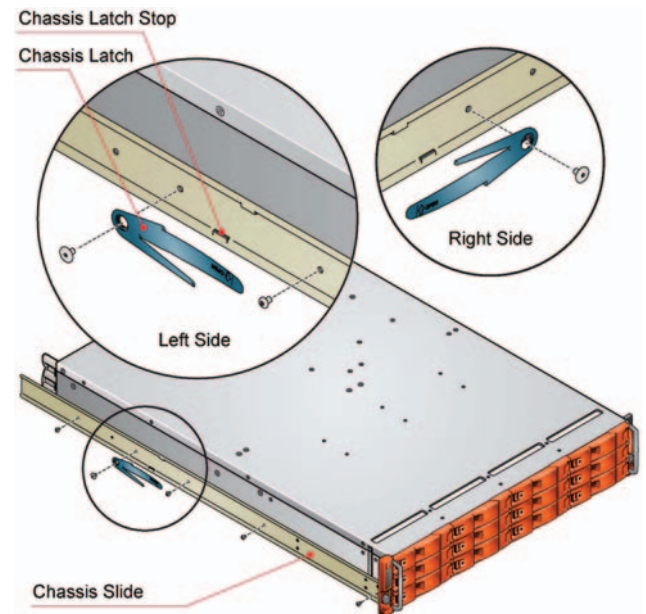

Figura 2: Prender as calhas do chassis à estrutura
1. Retire o kit de Rail de Montagem em Bastidor da Caixa de acessórios e verifique a existência de danos. Prenda as calhas direita e esquerda do chassis às partes laterais da estrutura, utilizando seis parafusos de cabeça redonda fendida M3x4. Utilize três parafusos de cada lado; consulte a **Figura 2** para verificar as localizações.
2. Prenda as calhas direita e esquerda do chassis às partes laterais da estrutura, utilizando 8 parafusos de cabeça redonda fendida M3 x 4 (**consulte a Figura 2**).
3. Monte as patilhas esquerda e direita do chassis, utilizando os parafusos especiais de fixação das patilhas do chassis. Certifique-se de que a patilha se encontra na posição apresentada na **Figura 2**, com o braço de mola localizado em frente ao respectivo trinco. No lado direito, o trinco encontra-se na parte superior e, no lado esquerdo, na parte inferior.